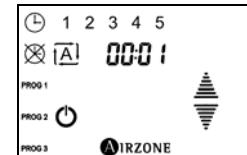

Fig. 29 - Sélection de l'heure de fin
- 10) Para salir del menú de configuración horaria, pulse de nuevo sobre el ícono AIRZONE (Fig. 29).